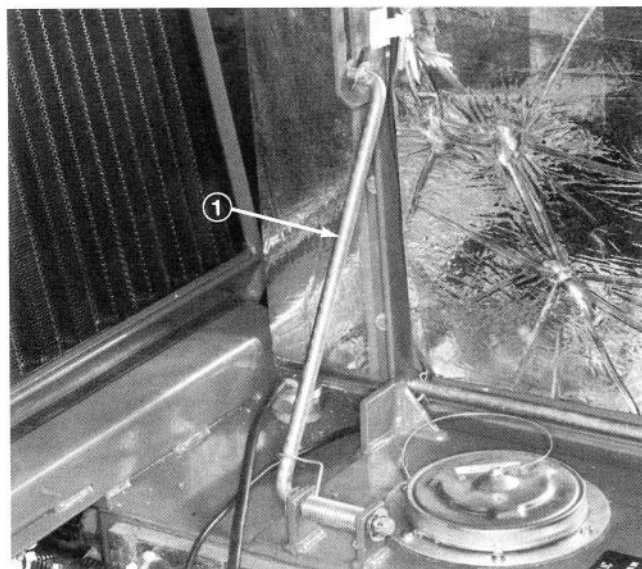

Figure 17
2. Utiliser la béquille du siège pour maintenir celui-ci relevé (Fig. 17).